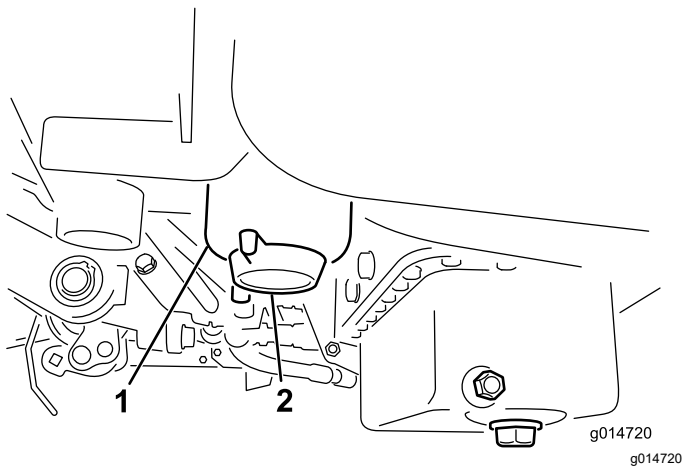

Figura 36
3. Abra el tapón de vaciado del filtro de combustible aproximadamente una vuelta y drene cualquier agua acumulada (Figura 36).